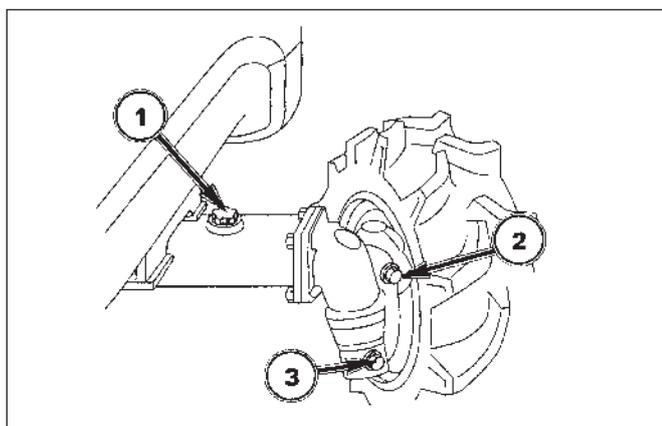

FIG. 6-18
**FIG. 6-18: Pour vérifier le niveau d'huile** – Garez le tracteur sur un sol de niveau et retirez la jauge d'huile, 2. L'huile doit affleurer ou être légèrement sous l'ouverture du bouchon de niveau. Retirez le bouchon de remplissage, 1, et ajoutez l'huile jusqu'à ce qu'elle sorte de l'ouverture du bouchon de niveau. Remontez le bouchon de niveau et le bouchon de remplissage.